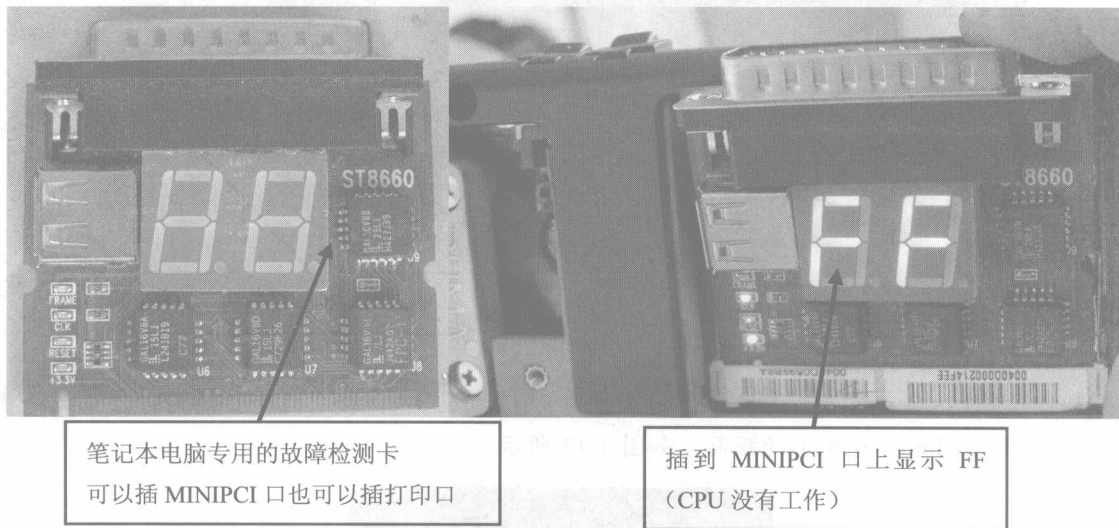

图 1-15
⑭等芯片完全冷却后即可通电试机，仍然需要注意在CPU上加一个散热片，并控制通电时间小于20s（秒），这次使用检测卡来测试，如图1-15所示。